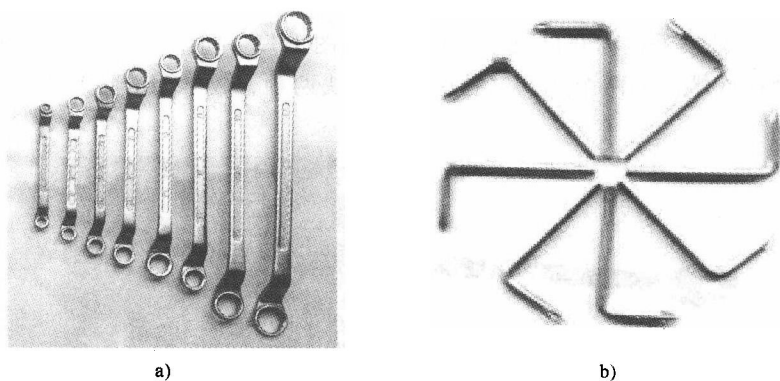

图 1-17 梅花扳手
(3) 梅花扳手(图 1-17) 梅花扳手又称十二角形扳手,是应用最广泛的一种整体扳手。梅花扳手两端是套筒式圆环状的,圆环内一般有 12 个棱角,能将螺母或螺栓的六角部